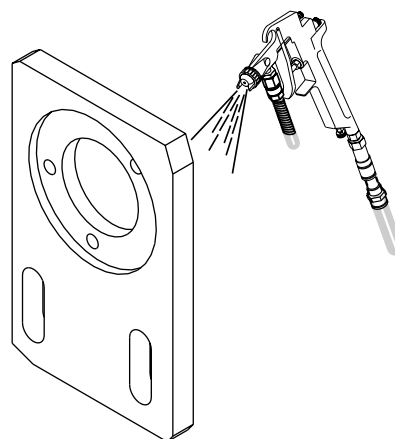

Fig.34
11) A Pressione raggiunta, rivolgere la pistola a spruzzo verso l'oggetto da verniciare ed iniziare le operazioni (fig. 34).